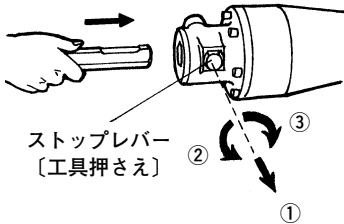

図 3
- (1) ストップレバー〔工具押さえ〕を矢印①の向きに引き、次に矢印②の方向又は③の方向に180°回転させます。次に工具のシャンク部をフロントカバーの六角穴へ一杯にさし込みます。（図3）
- (2) ストップレバーを元にもどして工具が抜けないようにします。